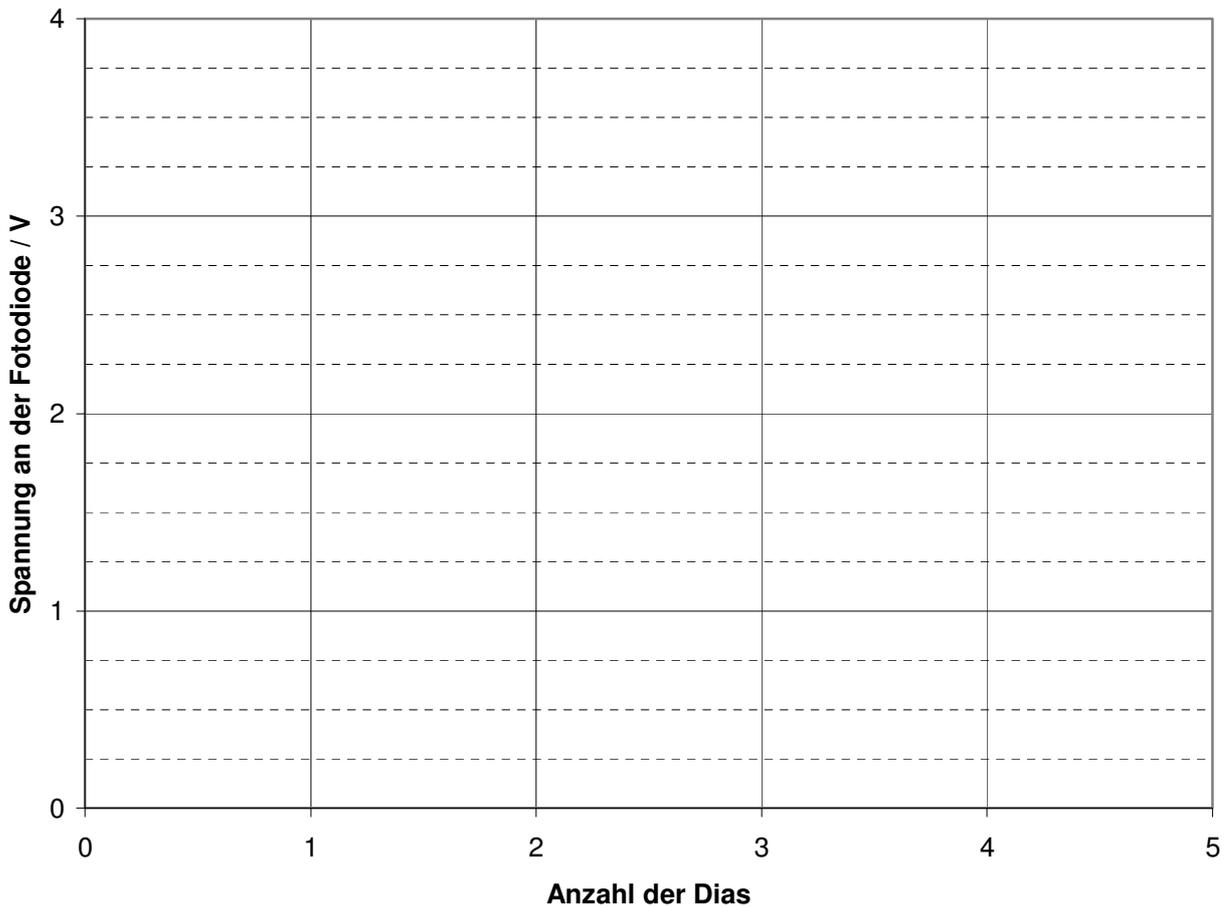

Abb. 2: Graphische Darstellung des Spannungsverlaufs bei zunehmender Anzahl der Graufilter (Kartesisches Koordinatensystem)
1. Tragen Sie die gemessene Spannung an der Fotodiode in Abhängigkeit der Anzahl der Graufilter in das Koordinatensystem (Abbildung 2) ein.